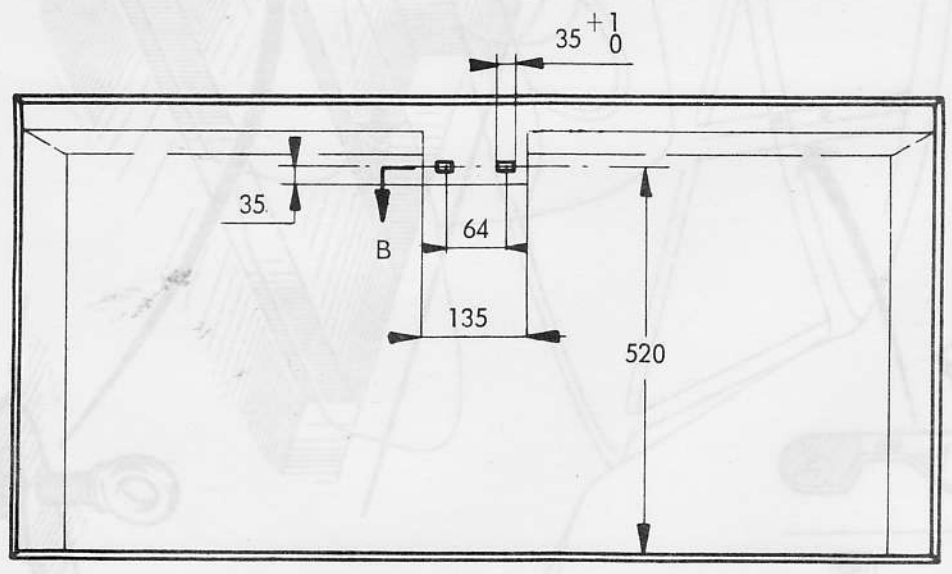

Fig. 2
- 5°) Découper le caoutchouc cellulaire du tapis AR. comme indiqué fig. 2. Réaliser cette encoche à l'aide d'une lame de rasoir.
- 6°) Découper les 2 encoches dans la moquette comme indiqué fig. 2, utiliser un tranchet et des ciseaux.